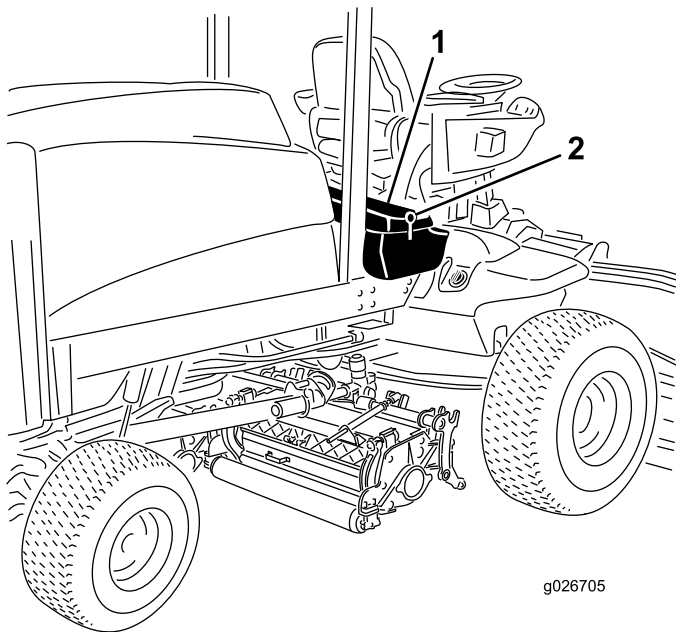

Bild 56
1. Entriegeln und heben Sie die Abdeckung der Bedienerkonsole hoch (Bild 56).